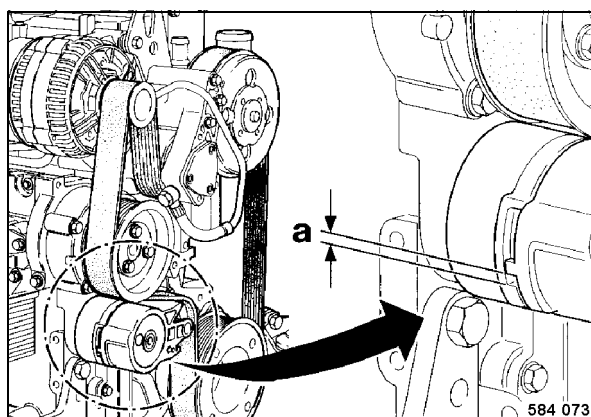

Fig. 180
- Comprobar la distancia entre el talón del brazo tensor móvil y la caja tensora estacionaria (Fig. 180).